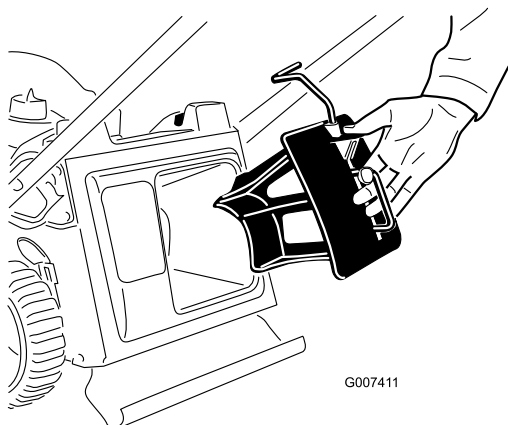

Figura 8
1. Introduzca el tapón de reciclado en el cortacésped, si no está instalado ya (Figura 8).